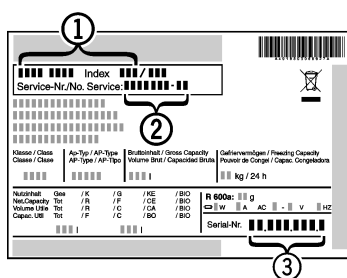

Fig. 9
- ▶ Relever la désignation de l'appareil *Fig. 9 (1)*, le n° de service *Fig. 9 (2)* et le n° de série *Fig. 9 (3)* sur la plaque signalétique. Cette plaque se trouve sur la paroi intérieure gauche de l'appareil.
- ▶ Informer le S.A.V. et lui communiquer la panne, la désignation de l'appareil *Fig. 9 (1)*, le n° de service *Fig. 9 (2)* et le n° de série *Fig. 9 (3)*.